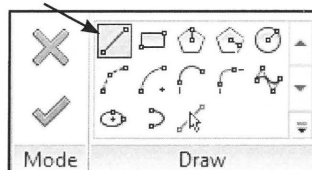

Fig. 04.06. Vælg et tegneredskab.
- Vælg et tegneredskab, eksempelvis *Line*, hvilket Revit automatisk har valgt (Fig. 04.06).